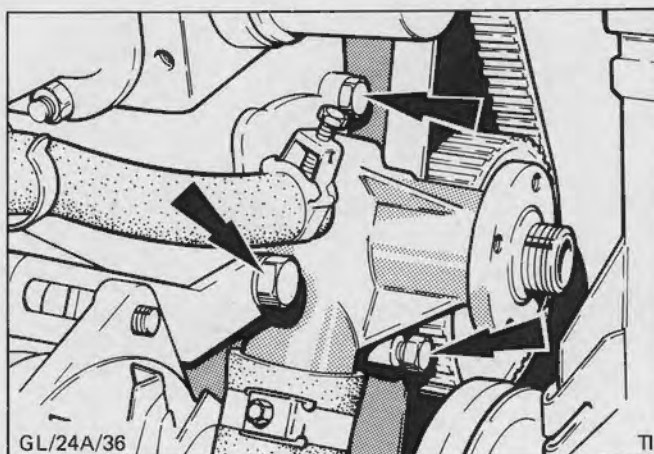

Fig.37. Vandpumpens holdebolte
5. Afmonter tre bolte og tag vandpumpen af, Fig.37.